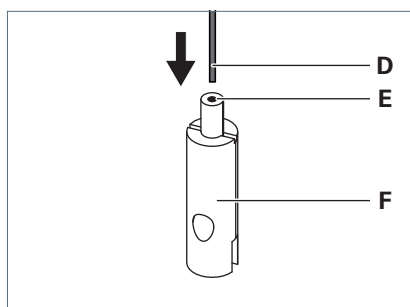

Fig. 21: Monter l'attache de câble.
- ▶ Faites passer le câble métallique **D** à travers la douille de guidage **E** de l'attache de câble **F**, voir Fig. 21.